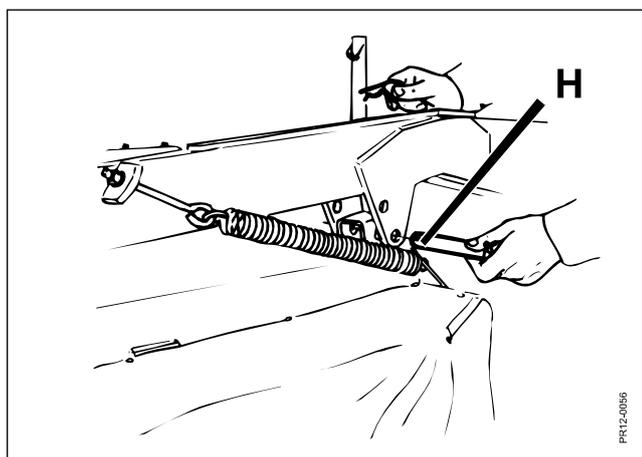

Fig. 3-3
- Fig. 3-3 La suspension doit être bloquée avec l'axe **H** pour éviter des dommages en circulation ainsi que pour empêcher un blocage de l'arbre de prise de force pendant le transport.